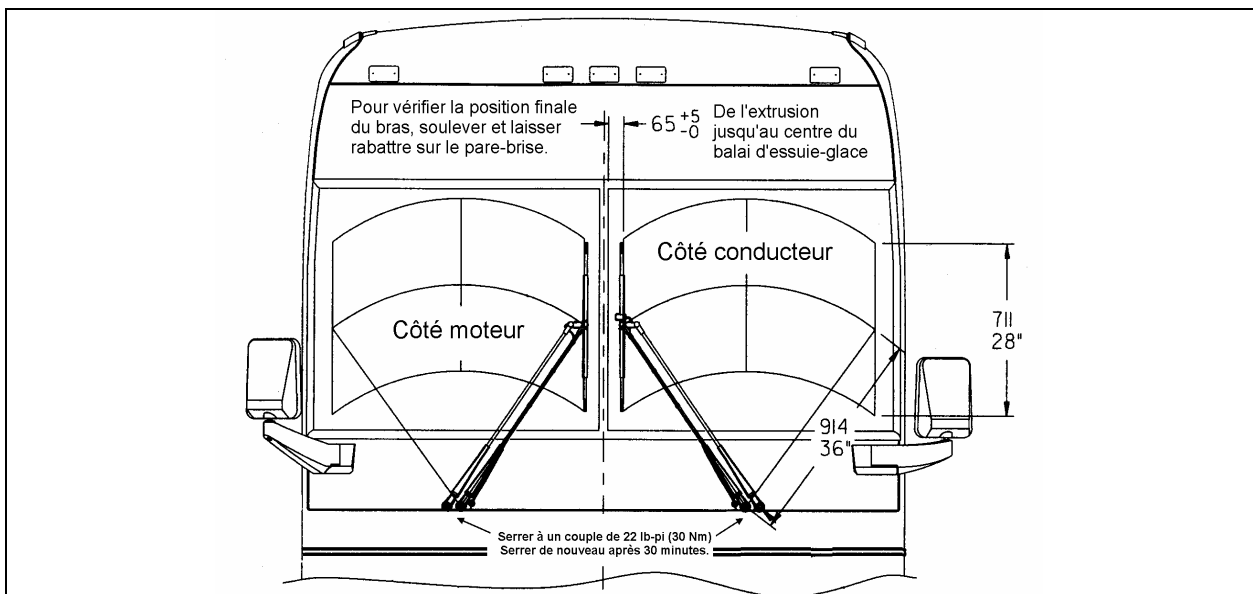

FIGURE 4: POSITION DES ESSUIE-GLACES
8. Réinstaller les panneaux. Installer les bras d'essuie-glaces et les positionner selon la figure 4.